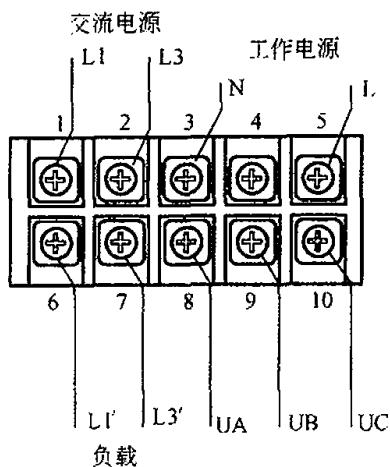

图 98 SHD1636 II / SHD1646 II 数字功率表接线图
98. SHD1636 II / SHD1646 II 数字功率表接线图（见图 98）